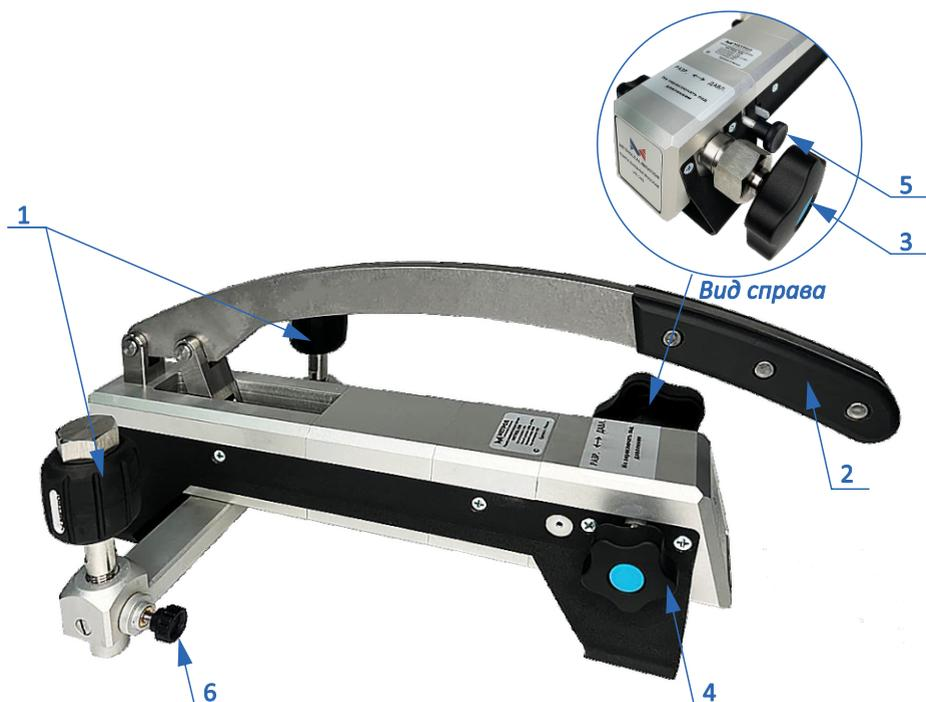
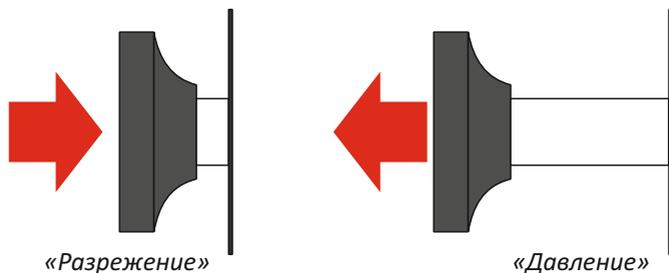

Рисунок 1 – Основные составные элементы помпы
Рисунок 2 – Положение переключателей режимов работы
1. Перед использованием помпы убедитесь, что на посадочных местах средств измерения (поз. 1, рис. 1) установлены уплотнительные кольца. Установите средства измерения давления на посадочные места (поз. 1, рис. 1).
- Установите переключатель режимов работы (поз. 5, рис. 1) в положение «давление» (рис 2).
- Откройте отсечной игольчатый вентиль (поз. 4, рис. 1), вращая ручку против часовой стрелки до упора.
- Выкрутите винт точной регулировки (поз. 3, рис. 1), вращая ручку против часовой стрелки до упора
- Закройте клапан сброса давления (поз.6, рис.1) вращая ручку по часовой стрелке до упора.
- Плавными движениями поднимайте и опускайте ручку пневматического насоса (поз. 2, рис. 1) для создания давления.
- При достижении значения давления в системе, близкого к необходимому, закройте отсечной вентиль пневматического насоса (поз. 4, рис. 1), вращая ручку по часовой стрелке до упора.
- Для точной настройки плавно вращайте винт точной регулировки (поз.3, рис. 1) по часовой стрелке для увеличения давления и против часовой стрелки для его снижения.
- Обратное снижение давления производится кратковременным открытием вентиля сброса давления (поз. 6, рис. 1) с последующей подстройкой с помощью винта точной регулировки (поз.3, рис. 1).
- После завершения работы откройте вентиль сброса давления (поз. 6, рис. 1), отсечной вентиль (поз. 4, рис. 1) и снимите средства измерения с посадочных мест.
2. Установите переключатель режимов работы (поз. 5, рис. 1) в положение «разрежение» (рис. 2).
3. Откройте отсечной игольчатый вентиль (поз. 4, рис. 1), вращая ручку против часовой стрелки до упора.
4. Вкрутите винт точной регулировки (поз. 3, рис. 1), вращая ручку по часовой стрелке до упора.
5. Закройте клапан сброса давления (поз.6, рис.1) вращая ручку по часовой стрелке до упора.
6. Плавными движениями поднимайте и опускайте ручку пневматического насоса (поз. 2, рис. 1) для создания давления.
7. При достижении значения давления в системе, близкого к необходимому, закройте отсечной вентиль пневматического насоса (поз. 4, рис. 1), вращая ручку по часовой стрелке до упора.
8. Для точной настройки плавно вращайте винт точной регулировки (поз.3, рис. 1) против часовой стрелки для увеличения давления и против часовой стрелки для его снижения.
9. Обратное снижение давления производится кратковременным открытием вентиля сброса давления (поз. 6, рис. 1) с последующей подстройкой с помощью винта точной регулировки (поз.3, рис. 1).
10. После завершения работы откройте отсечной вентиль (поз. 3, рис. 1) и винт сброса давления (поз. 6, рис. 1). Снимите средства измерения с посадочных мест.